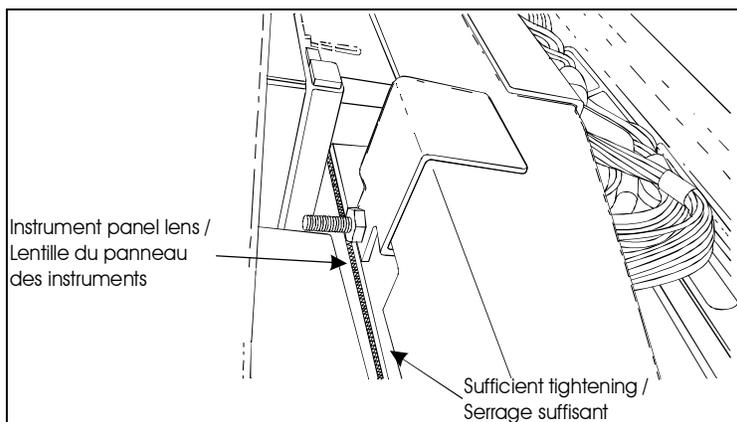

FIGURE 5 : POSITION ADÉQUATE DU PANNEAU DES INSTRUMENTS
Remarque : Les butées supportant le panneau des instruments peuvent être abaissées de 1mm à 2mm maximum si lors de serrage, la lentille du panneau ne dégagne pas le logement (figure 5).
3. Ramener le haut du panneau des instruments, insérer les vis et serrer les écrous jusqu'à ce que le boîtier du panneau des instruments soit appuyé sur le logement (figure 5).